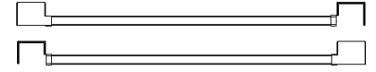

Fig. 17
12. a. Elija el zócalo que desea colocar debajo de la unidad según el lado en el que se encuentre la bisagra de la puerta (Fig. 17). No necesita el otro zócalo.